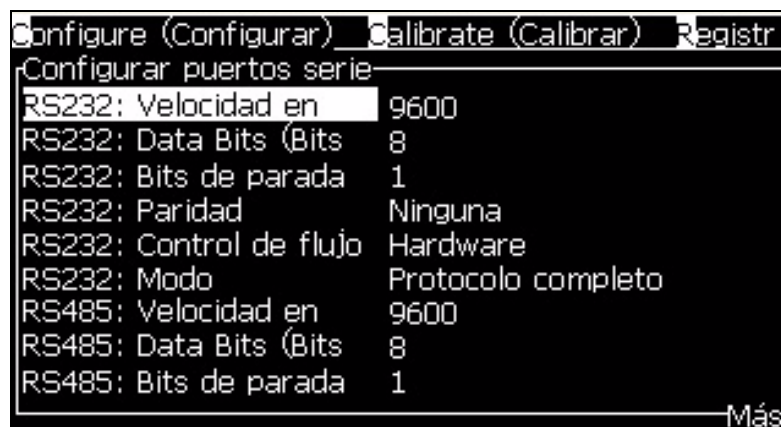

Figura 4-20. Cuadro de diálogo *Configure Serial Ports (Configurar puertos serie)*
- 2 Seleccione la opción *Serial Port Configuration (Configuración del puerto serie)*, y pulse la tecla **Enter**. Aparecerá el cuadro de diálogo *Configure Serial Ports (Configurar puertos serie)* (consulte Figura 4-20).